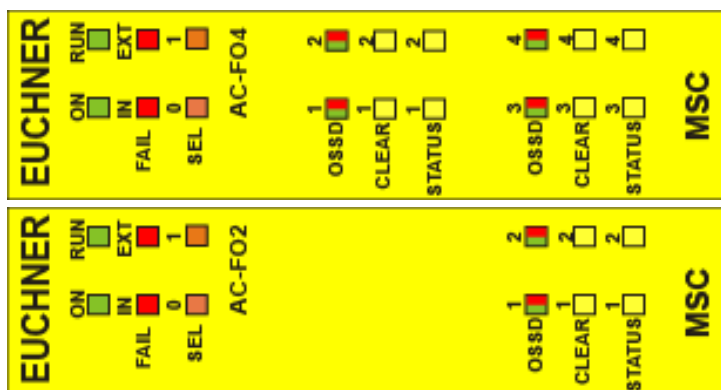

Bild 35:
8.4.8. Module AC-F02/AC-F04 (Bild 35)